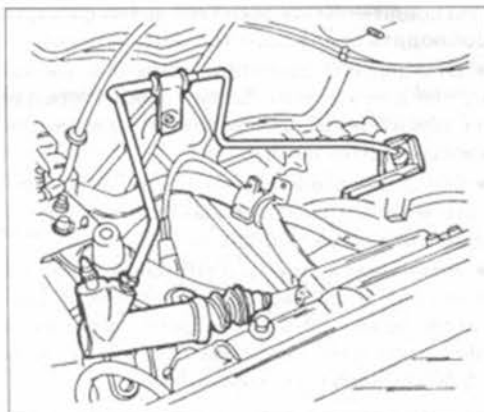

Рис. 20.
- Отсоединить шланги питания (9). Заглушить свободные концы шлангов, чтобы не вытекало горючее.
- Снять кожух приводного ремня (10).
- Снять насос гидроусилителя рулевого управления (11), не отсоединяя шланги, и закрепить куском проволоки со стороны моторного отделения.
- Снять подвеску двигателя (12).
- Отвинтить гидросистему в месте, указанном на рис. 20, и отсоединить цилиндр сцепления (13).
- Гайку с кривой сетчатой накаткой отпустить и отсоединить спираль тахометра (14).
- Отсоединить жгут проводов коробки передач (15).
- В случае, если имеется кондиционер, после ослабления ременной передачи нужно снять приводной ремень и компрессор вместе с компенсатором (16), не отсоединяя шлангов. Компрессор в удобном месте закрепить проволокой.
- Отсоединить шланг обогревателя (18) и снять.
- Отвинтить щиток кожуха двигателя (20).
- Наконечник поперечной рулевой тяги (21) отсоединить от рычага поворотного кулачка.
- Отсоединить штангу стабилизатора (22) от подвески передних колес.
- Поперечный рычаг подвески (23) отсоединить на нижней части поворотного кулачка.
- Смонтировать цилиндр сцепления и привинтить гидросистему (рис. 20).